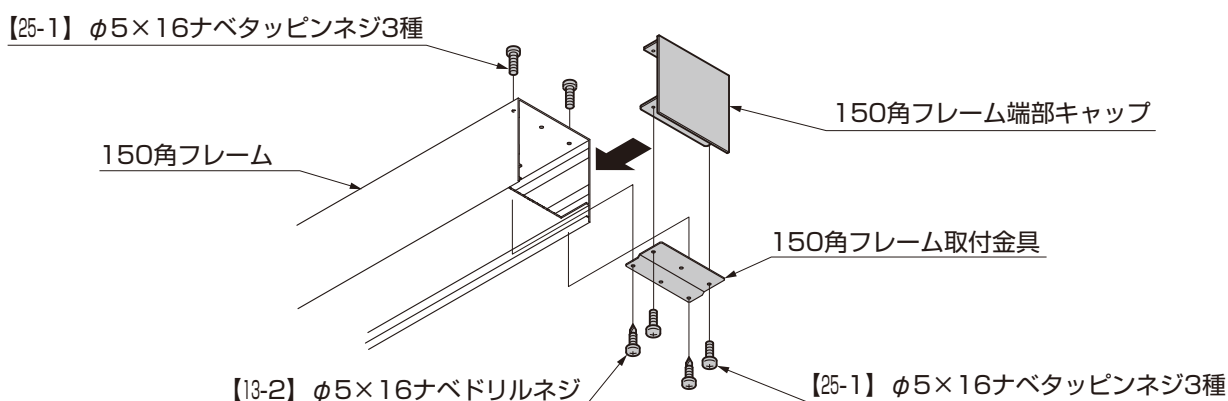

図15-2 端部キャップを取付ける場合
①図15-2を参照して端部キャップをフレームに固定してください。